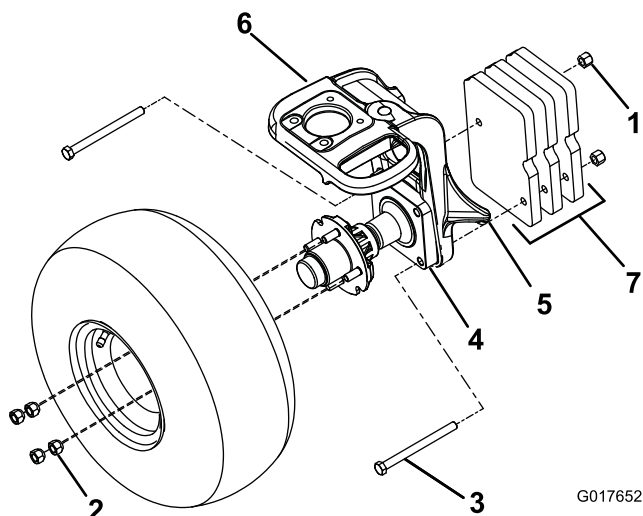

図 1
3. 機体をジャッキアップする（図 1）。
7. キャスタフォークの右側に、キットにあるウェイト・プレート3枚を取り付ける；キットに入っている六角ヘッドボルト（1/2 x 5-1/2 インチ）2本とロックナット2個を使用する（図 1）。
4. ホイールについていつ4個のラグナットを、対角線上に2つずつ組にして外す（図 1）。
6. スピンドルをキャスタフォークに固定しているリテーナボルト2本を取り外す（図 1）。